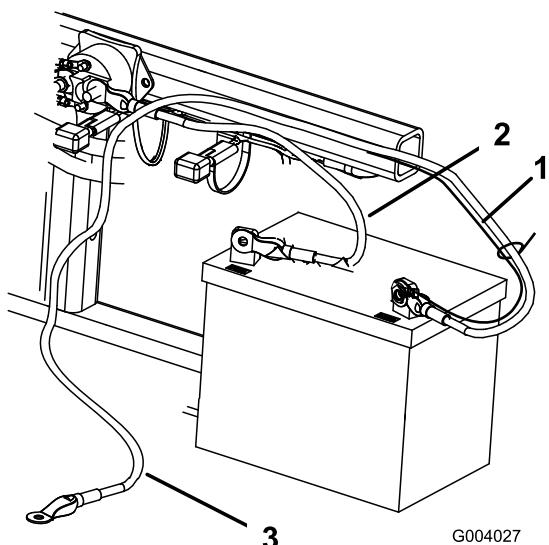

図 5
2. ボルト (1/4 x 5/8 inch) とロックナットで、赤いプラス (+) ケーブルをバッテリーのプラス (+) 端子に固定する(図 5)。
ナス (-) ケーブルをバッテリーのマイナス (-) 端子に固定する(図 5)。